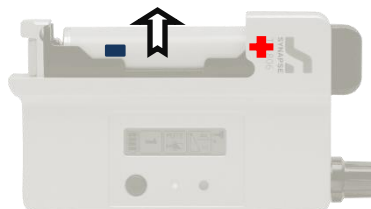

Рисунок 3.1 - Аккумуляторная
- Откройте крышку батарейного отсека (Рисунок 3.1);